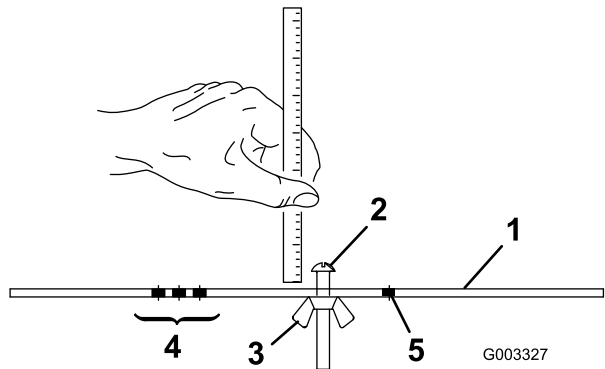

Figura 23
- 2. Allentate il dado sulla barra di riferimento (Figura 23) e regolate la vite di regolazione secondo l'altezza di taglio desiderata. La distanza tra l'estremità inferiore della testa della vite e la parte frontale della barra corrisponde all'altezza di taglio.